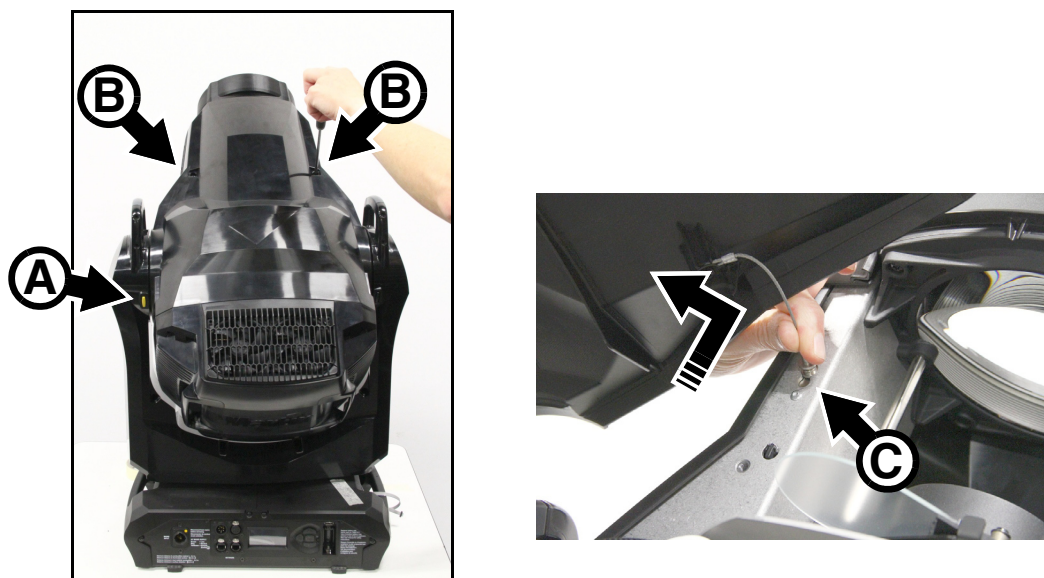

Figure 12 : Dépose des capots de la tête
3. Voir Figure 12. Placez la tête de façon à ce que le logo Martin à l'arrière soit lisible dans le bon sens. Dans cette position, le capot supérieur est alors en haut et le capot inférieur est en bas. Verrouillez le tilt (A).